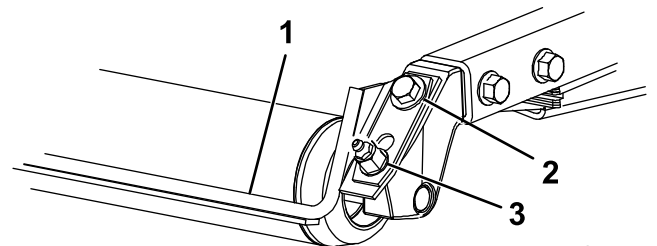

Figura 6
1. Desaperte o bocal de lubrificação e o parafuso de fixação (Figura 6).